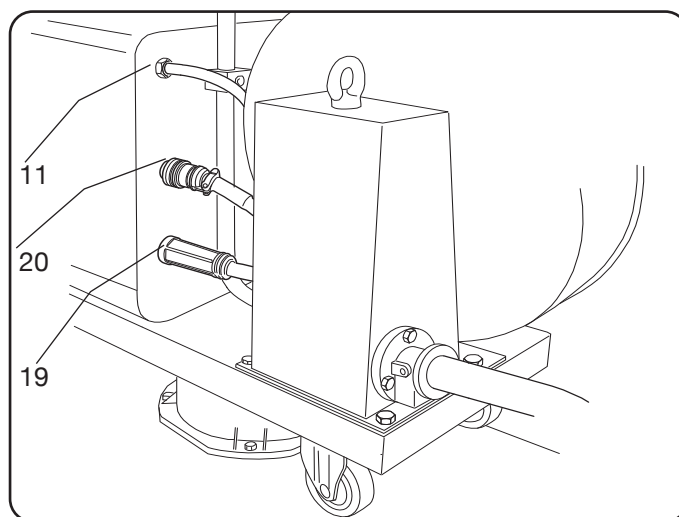

Fig. 5
- ◆ Éviter d'effectuer le raccordement sous forme de bobine afin de minimiser les effets inductifs qui pourraient modifier la soudure. Raccorder l'autre extrémité du raccordement BA au dévidoir (voir fig. 5).